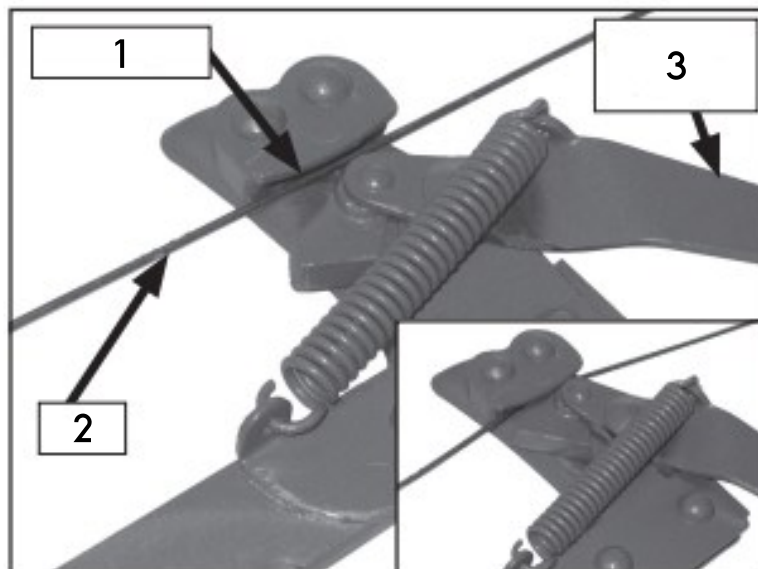

Figure 2
1. Ouvrez les mâchoires de serrage avec le levier des mâchoires et enfiler le fil comme illustré (fig. 2).
2. Fermez la mâchoire de serrage pour serrer le fil de clôture (fig. 2). Assurez-vous que le fil est serré de manière sûre en essayant de le sortir du corps du tendeur. Au cas où le fil ne serait pas correctement serré et qu'il glisserait hors de la mâchoire de serrage, utilisez le levier pour augmenter la force de serrage.